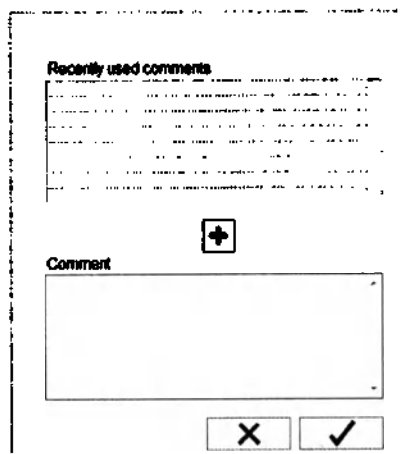

Рис. 51: Дополнительные опции комментариев
(11) Предыдущие виды терапии	В этом списке вы найдете те виды терапии, которые были проведены во время предыдущих сессий (до последнего начала терапевтической программы). Для каждой записи будет отображаться успех, уровень сложности, оценка в виде звезд и дата реализации.
(12) Недавно пройденные виды терапии	Здесь вы увидите все виды терапии, которые прошли во время текущей терапевтической сессии с момента последнего начала терапевтической программы. Будет отображаться успех, уровень сложности, оценка в виде звезд и сохраненные комментарии.
(13) Дополнительные опции комментариев	Данная кнопка активна, когда отмечена запись из списка недавно пройденных видов терапии (12). Если вы на нее нажмете, появится окно с дополнительными возможностями для создания комментариев. (см. рис. 51).
(14) Комментарии	Если вы выберете запись из списка ранее пройденных видов терапии (11), здесь будет отображаться введенный комментарий. Он не может быть отредактирован. Тем не менее, если запись из списка недавно пройденных видов терапии отмечена, то вы можете комментировать здесь. Комментарий сохраняется вместе с клиническим исходом в базе данных пациента.